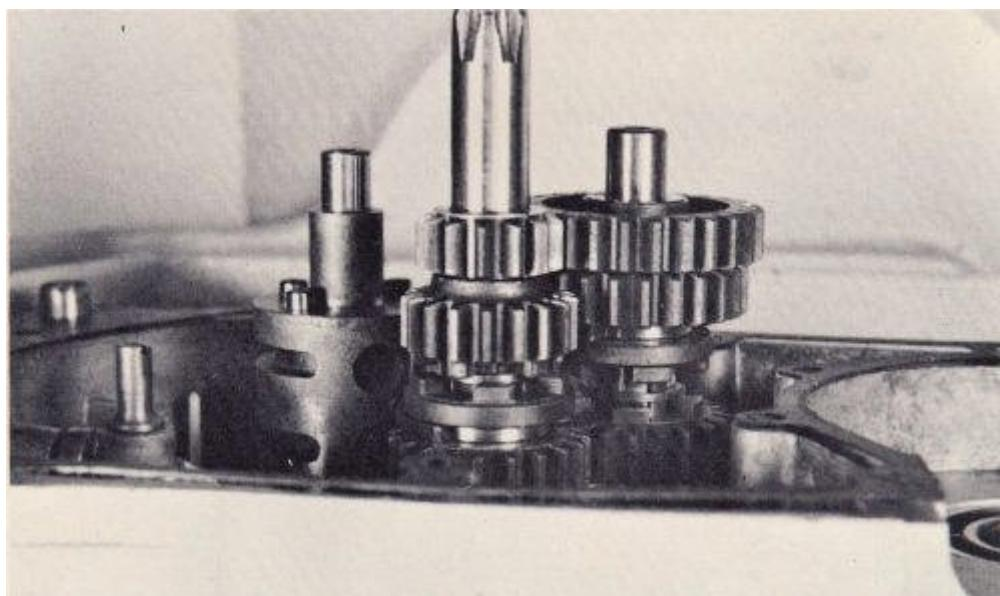

FIG. 58
28. Gire el tambor de desplazamiento hacia la izquierda hasta el tope. Esta es la posición del tren de primera (Fig. 58). En 1a velocidad, y todos los artes, los perros participar deben participar al menos el 75% de su longitud.